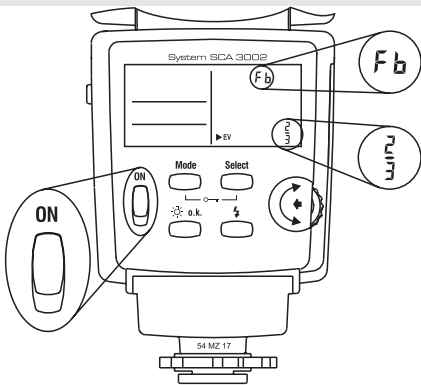

Bild 18 / Fig. 18 / Afb. 18
12.7 Blitzbelichtungsreihe „Fb“ (flash-bracketing) (Bild 18)
12.7 Séquence de bracketing au flash „Fb“ (Fig. 18)
12.7 Flitsbelichtingstrapje „Fb“ (flash bracketing) (afbeelding 18)